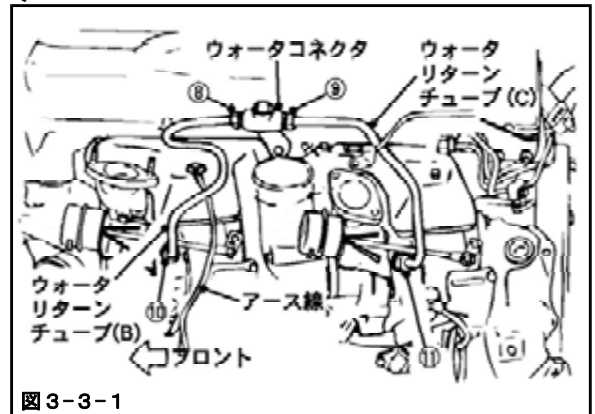

図3-3-1
- (1) ウォータコネクタを取付けてください。(図3-3-1)
(図3-3-1)